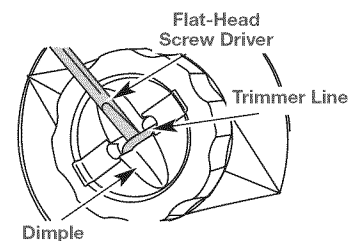

Fig. 15
- Con la ayuda de un destornillador plano, inserte la punta en la hendidura de línea que está exactamente debajo de la parte de la línea expuesta (Fig. 15).